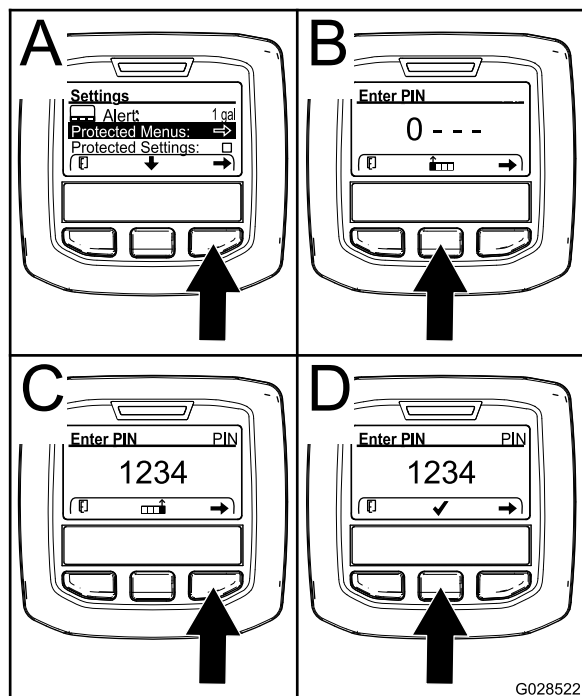

Figura 71
- Carregue no botão de seleção direito para selecionar a opção de menus protegidos (A de Figura 71).
- Carregue no botão de seleção central (B de Figura 71) para aumentar o valor numérico (0 a 9).
- Carregue no botão de seleção direito (C de Figura 71) para mover o cursor para a posição numérica seguinte à direita.
Nota: Surge o ícone de marca de verificação acima do botão de seleção central (D de Figura 71).
- Carregue no botão de seleção central (D de Figura 71) para introduzir a palavra-passe.